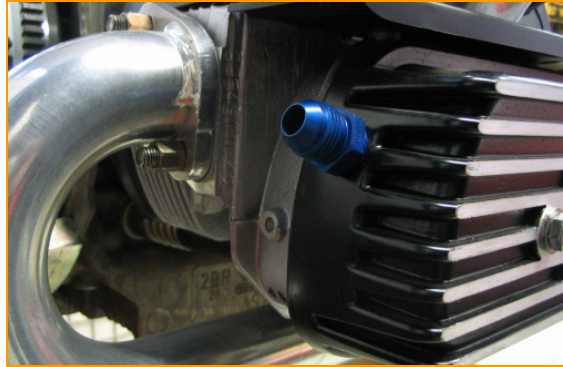

Fig.4
- Valve covers must be fitted with blind plugs/ breather plugs facing in the driving direction. (Fig.4)
- Die Ventildeckel müssen mit den Blindstopfen/ Entlüfteranschlüssen in Fahrtrichtung montiert werden. (Fig.4)